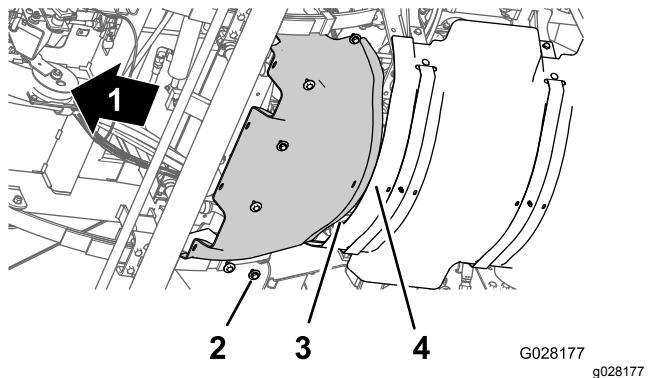

Figura 58
2. Alinee los taladros del protector térmico delantero con los taladros roscados del chasis (Figura 58).
3. Monte el protector térmico delantero en la máquina con los seis pernos de cabeza hexagonal y las seis arandelas (Figura 58) que retiró en el paso 3 de Retirada del protector térmico delantero \(página 53\).
1. Alinee la brida trasera del protector térmico delantero sobre la brida delantera del protector térmico trasero (Figura 58).